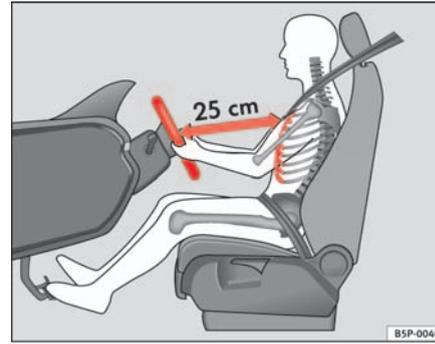

Abb. 93 Die richtige Sitzposition des Fahrers
- Stellen Sie das Lenkrad so ein, bis die gewünschte Einstellung erreicht ist ⇒ Abb. 93.
- Stellen Sie den Fahrersitz oder das Lenkrad so ein, dass der Abstand zwischen Lenkrad und Brustbein mindestens 25 cm beträgt → Seite 132, Abb. 93. Wenn Sie den Mindestabstand nicht einhalten, kann Sie das Airbag-System nicht schützen – Lebensgefahr!